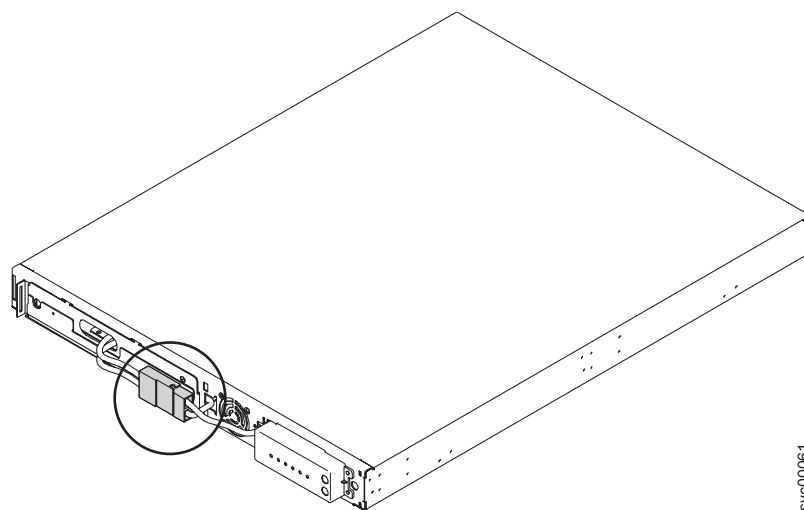

図 209. 内部バッテリー・コネクタを適所に収めた 2145 UPS-1U
7. 内部バッテリー・コネクタ (図 209の円内) を接続します。